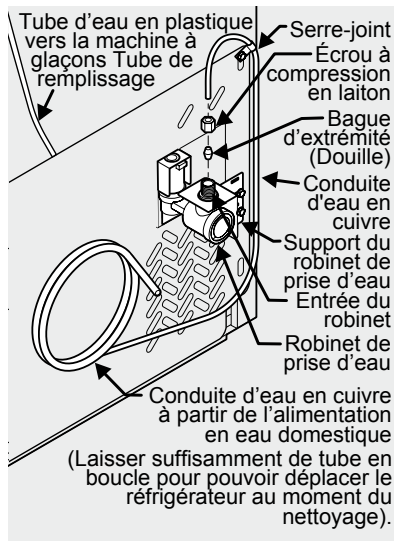

Figure 1
- Si vous utilisez des tubes en cuivre - Glissez l'écrou à compression en cuivre, puis la bague d'extrémité (douille) sur la conduite d'alimentation en eau. Poussez la conduite d'alimentation en eau dans l'entrée du robinet de prise d'eau aussi loin que possible (6 mm - ¼ po). Glissez la bague d'extrémité (douille) dans l'entrée du robinet et serrez l'écrou de compression à la main dans le robinet. Serrez d'un autre demi-tour avec une clé ; NE PAS serrer trop fort. Voir Figure 1.